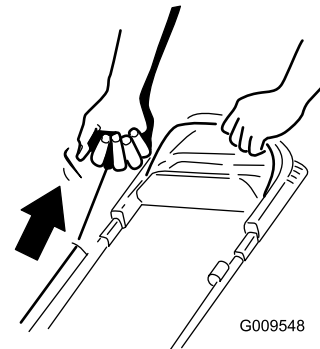

Рисунок 20
2. Потяните рукоятку ручного стартера (Рисунок 20).
Примечание: Тяните за рукоятку ручного стартера без усилия до тех пор, пока не почувствуете сопротивление, после чего резко дерните ее (Рисунок 20). Дайте тросу медленно вернуться в рукоятку.